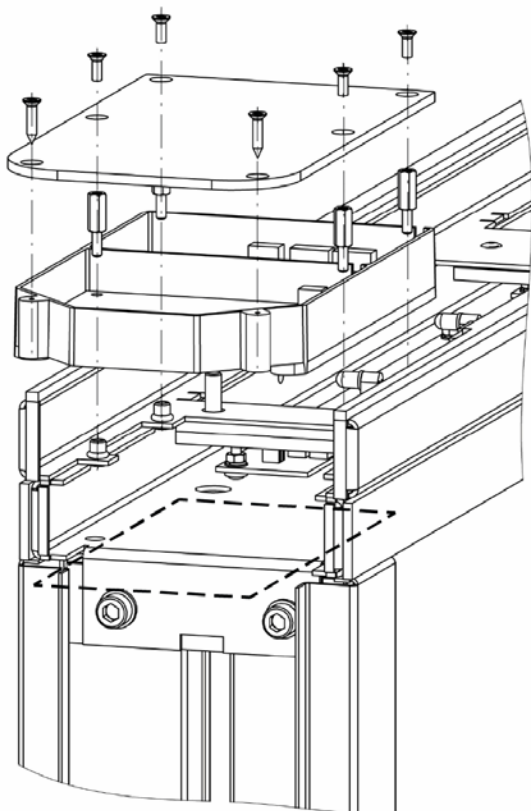

Рисунок 21. Демонтаж блока индикации крышки
24. При необходимости произведите монтаж считывателей карт доступа на предусмотренные для этого полки, расположенные внутри верхнего короба на торцах стойки под блоками индикации крышки. Для фиксации считывателей используйте двусторонний скотч. Для удобства установки считывателей возможен демонтаж блоков индикации крышки (см. рис. 21, разд. 8.8.3). Кабели от считывателей аккуратно проведите через верхний короб и центральную стойку к месту ввода кабеля от контроллера СКУД, используя штатные окна в деталях корпуса секции. Для крепления кабелей применяйте самоклеящиеся площадки и кабельные стяжки. Не допускается крепление к кабелям внутренней разводки и к платам ДКЗП, а также прокладывание кабелей с той стороны плат, где расположены датчики.
Для доступа к переключке **XP4** на плате индикации прохода открутите отверткой с крестообразным шлицем PH2 два самореза и четыре винта M3×6, крепящие светорассеивающую пластину (см. рис. 21), и снимите ее.